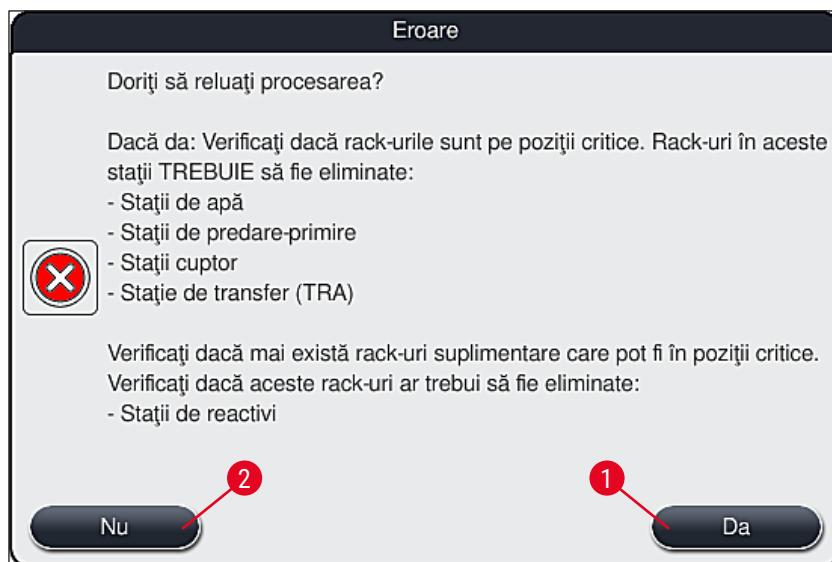

Fig. 110
4. Ulterior, utilizatorul are opțiunea de a selecta dacă procesul de colorare trebuie sau nu să fie reluat (→ P. 137 – 8.2.2 Reluarea procesului de colorare după o întrerupere a alimentării) sau anulat (→ P. 138 – 8.2.3 Anularea tuturor proceselor de colorare după o întrerupere a alimentării electrice) (→ "Fig. 110").
- Scoateți stativele critice de pe instrument în conformitate cu mesajul de informare (→ "Fig. 110") anterior și confirmați îndepărțarea prin apăsarea stației corespunzătoare (→ "Fig. 111-1") de pe ecran.
Anularea procesului de colorare și revenirea la meniul anterior de selecție (→ "Fig. 110") pot fi anulate prin apăsarea butonului **Anulare** (→ "Fig. 112-2").